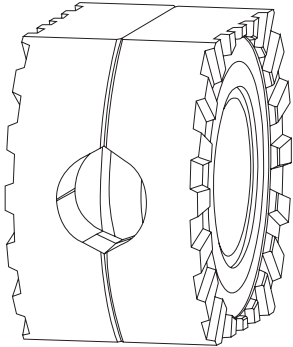

Рис. 4
10. Объедините обе распорные муфты со штифтами, пружинками и дистанционными кольцами в сборе в один пакет. Штифты одной муфты должны быть расположены напротив колодцев с пружинками другой муфты (**Рис.4**).